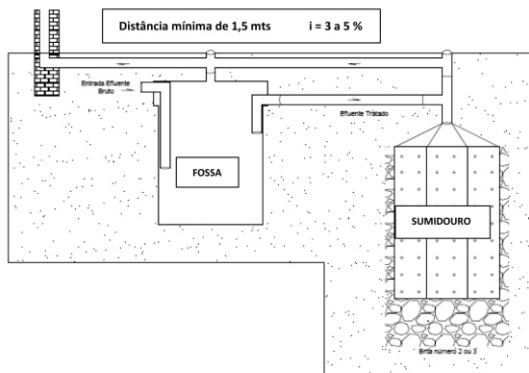

Fig. 03
2. Verifique se há o caimento mínimo necessário em sua rede de esgoto de 3% a 5% da casa para a fossa e da fossa para o sumidouro. Ver fig. 03.